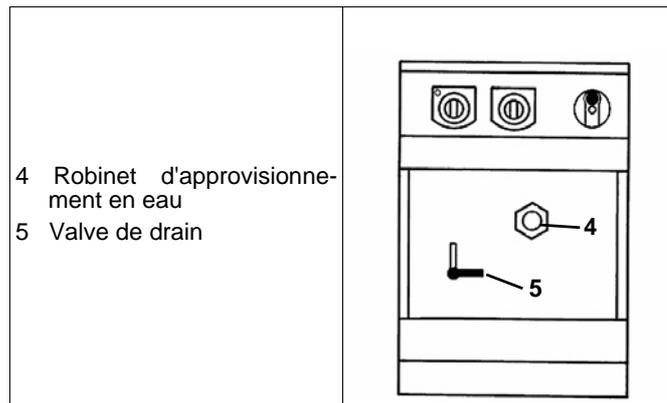

Fig. 10 Vue de front
- ⇒ Ouvrez le robinet d'approvisionnement en eau (4/ Fig. 10) jusqu'à ce que la cuvette soit pleine.
- ⇒ La perte d'eau dans la cuvette peut être remplacée en ouvrant le robinet (4/ Fig. 10).
- ⇒ Tournez à nouveau la poignée (1/ Fig. 10) dans le sens des aiguilles d'une montre, de la position haute (A) vers la position d'allumage du dispositif d'allumage (★)..
- ⇒ Appuyez légèrement sur la poignée (2/ Fig. 10) et tournez-la dans le sens des aiguilles d'une montre, de la position d'allumage du dispositif d'allumage vers la position d'Arrêt. L'amenée du gaz est interrompue et la flamme s'éteint.
- ⇒ Évacuer l'eau du bac en ouvrant le robinet de vidange (5/ Fig.10) (tourner la manette vers la gauche pour l'amener en position verticale).